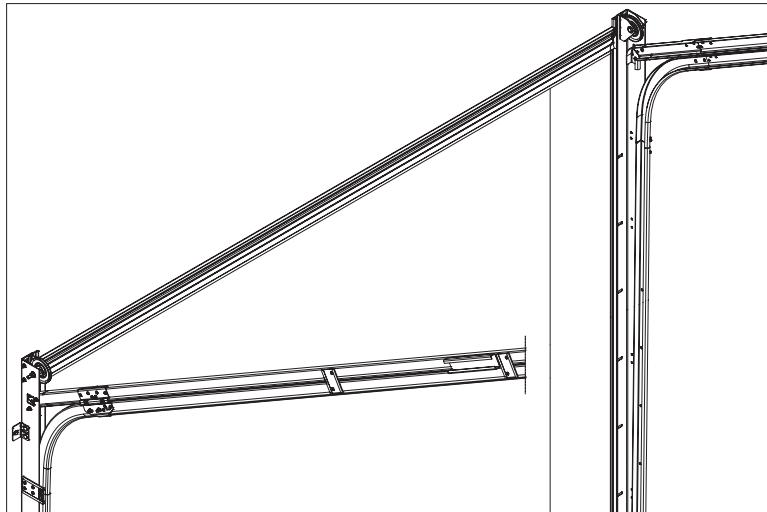

Рис. 13
- Сборка и крепление горизонтальных направляющих к опорным стойкам показана на рис. 13.